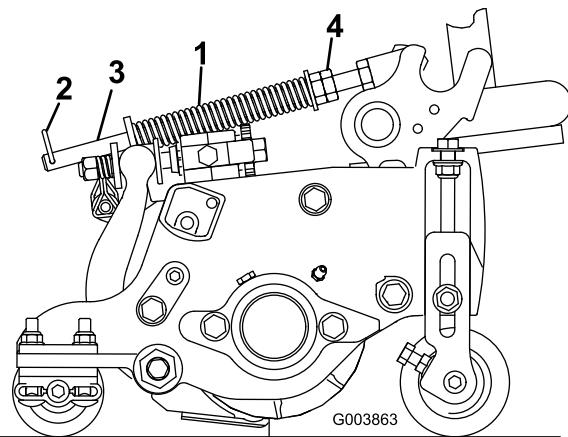

図 23
2. スプリングロッド前部の六角ナットを締めて、スプリング圧縮状態の長さが159mmになるようする図 23を参照。
1. スプリングロッドの後穴にヘアピンコッターを忘れずに取り付けてください図 23。